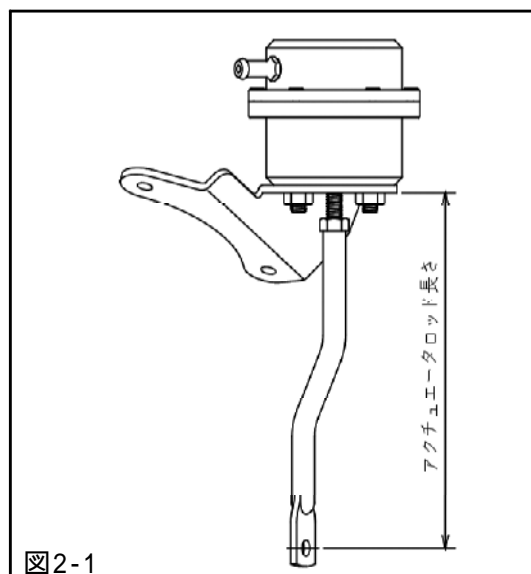

図2-1
アクチュエータロッド長(図2-1)が短くなるようにターンバックルを回転させると過給圧が上がる
アクチュエータロッド長(図2-1)が長くなるようにターンバックルを回転させると過給圧が下がる
- ・スプリングを交換した場合、「スイングバルブ開き始めの圧力」と「アクチュエータロッド長さ」の関係が変わります。スイングバルブ開き始めの圧力を確認しながら過給圧の調整を行なってください。(図2-1)
- (2) アクチュエータロッドを引っ張らずにターボチャージャAssyに取付けられる長さにターンバックル(ロッドアクチュエータ, ロッドエンド)を調整してください。
- (3) (2)であわせた長さからネジ1回転分短くなる方へ、アクチュエータロッドを回転させてください。